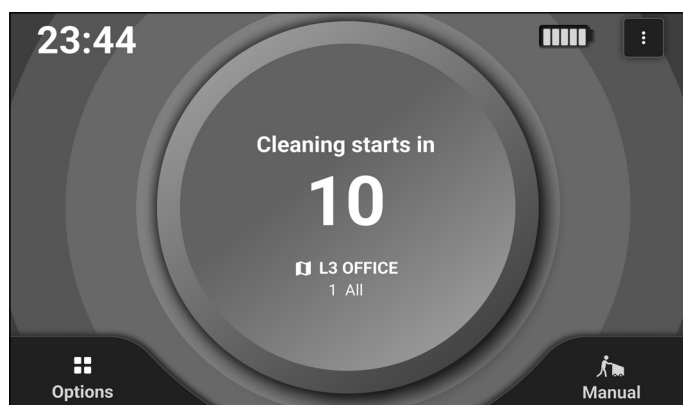

Figure 42
3. Lorsque le MagicTag est scanné avec succès, il y aura un compte à rebours de 10 secondes (**Fig. 42**) avant que le nettoyage ne commence.